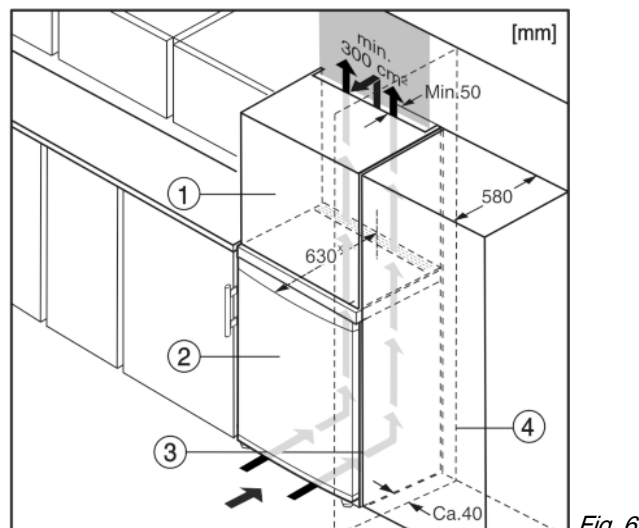

Fig. 6
Устройство может быть окружено кухонными шкафами. Чтобы уравнять устройство Fig. 6 (2) по высоте с кухонной стенкой, можно установить над устройством дополнительный шкафчик Fig. 6 (1).
При комбинировании с кухонными шкафами (глубина макс. 580 мм) устройство можно установить непосредственно рядом с кухонным шкафом Fig. 6 (3). Устройство выступает сбоку на 34 мм \* и по центру на 50 мм \* относительно передней стенки кухонного шкафа.
Если устройство установлено на шарнирах у стены Fig. 6 (4), то расстояние между устройством и стеной должно быть не менее 40 мм. Настолько выступает ручка при открытой дверце.\*